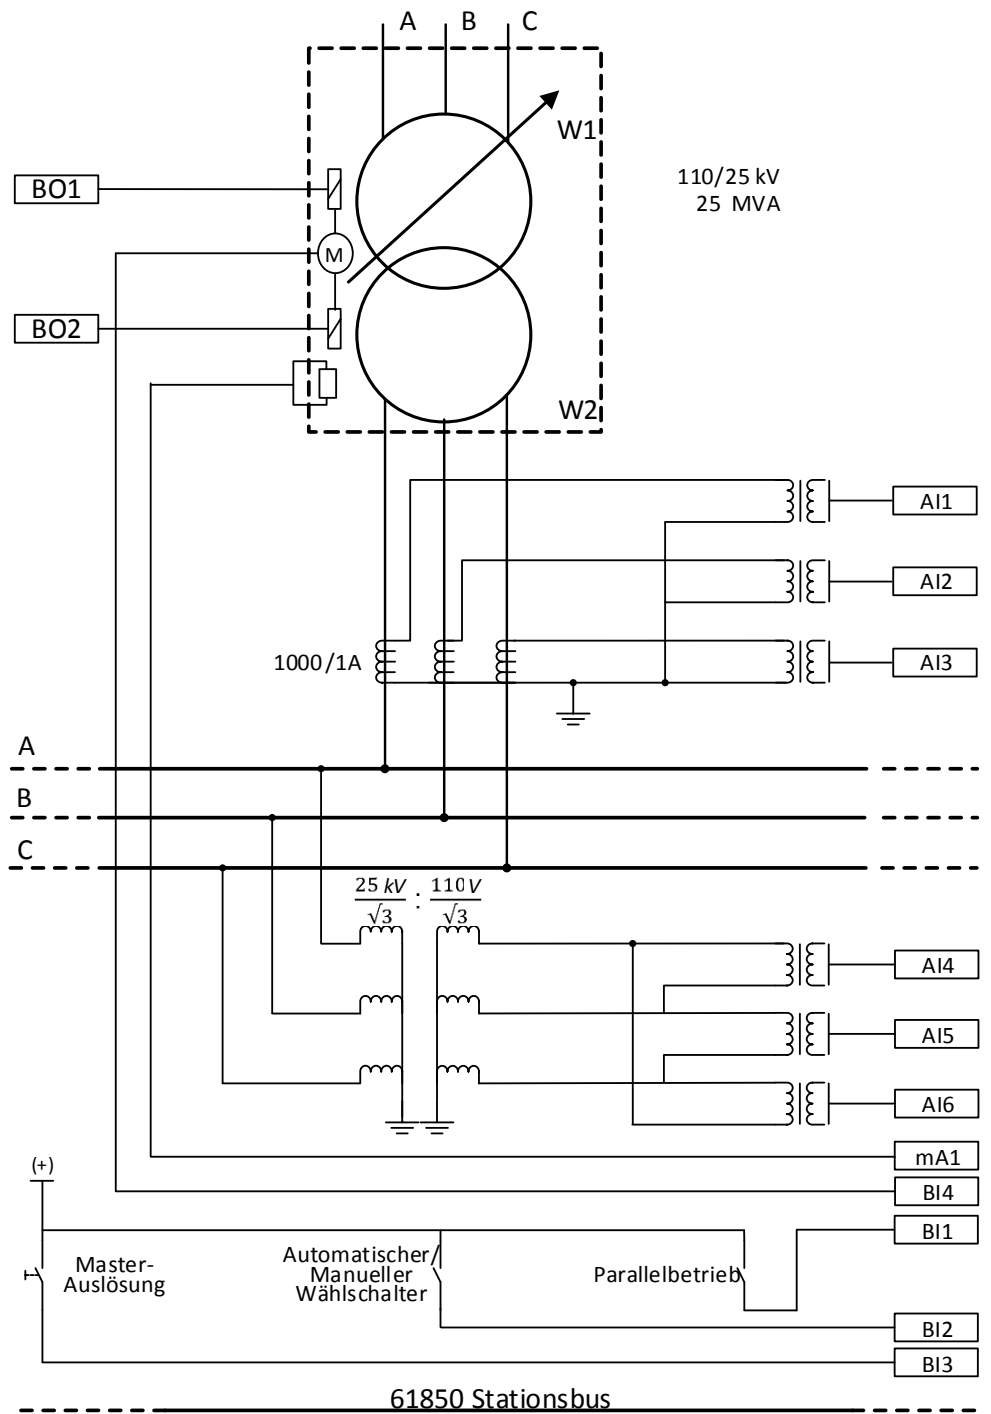

Abb. 27: Relais 1-Schnittstellen und CT/VT-Anschlüsse für TR1 in Beispielfall 2
Die Abbildung 27 zeigt die Anschlussdetails der Analogeingänge (AI) des Relais (Relais 1), Binäreingänge (BI), Milliampereingänge (mA) und Binärausgänge (BO) für Transformator TR1 im Beispielfall. Die CT-Anschlüsse für die Leiterspannungsmessungen in allen Leitern und der VT-Anschluss für die Spannungsmessung an der MS-Seite werden ebenfalls dargestellt. In diesem Beispiel ist der Stufenschalterstellungswert als mA-Eingang für den Transformator TR1 und als Eingang zu TPOSYLTC eingegeben.